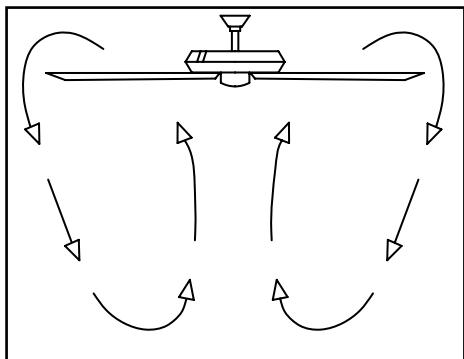

Figura 14
**Clima frío** - (Reversa) Un flujo de aire hacia arriba desplaza el aire caliente lejos del techo, como se muestra en la Figura 14. Esto permite fijar tu unidad de calefacción en configuración más baja sin afectar tu comodidad.